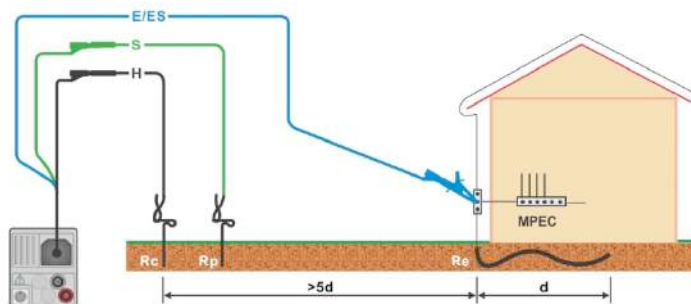
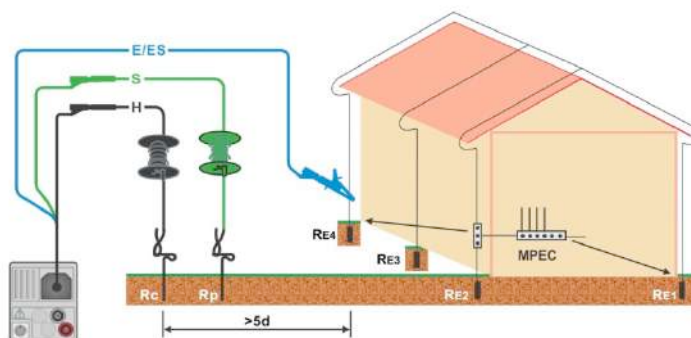

Рисунок 7.49: Измерение основного заземления электроустановки.
Рисунок 7.50: Измерение сопротивления системы молниезащиты.
- › Подключите измерительные провода к испытываемому объекту, см. **Рисунок 7.49: Измерение основного заземления электроустановки** и **Рисунок 7.50: Измерение сопротивления системы молниезащиты**.